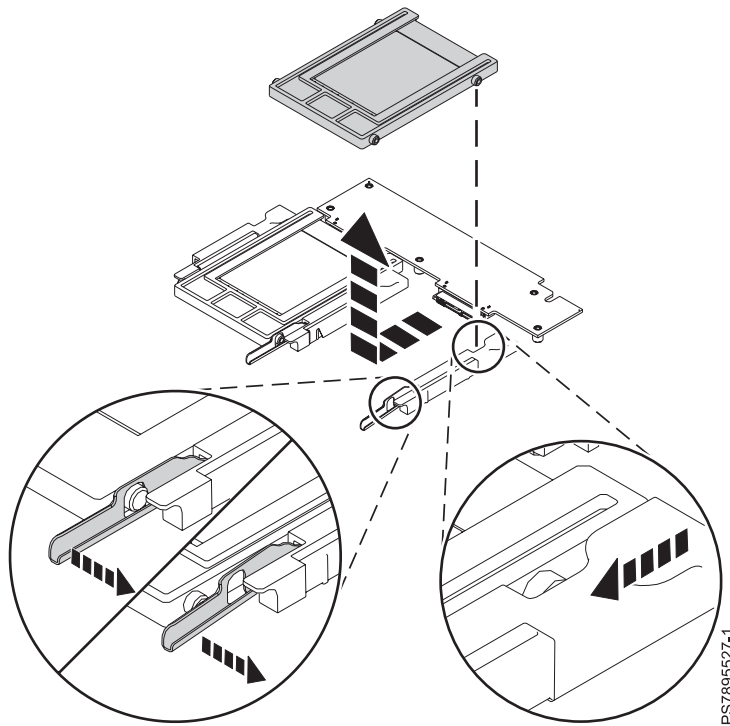

Figure 19. Retrait d'un support d'unité SSD
- a. Soulevez et maintenez le levier de dégagement bleu situé à l'avant du tiroir de l'unité (voir figure 19, à la page 53).